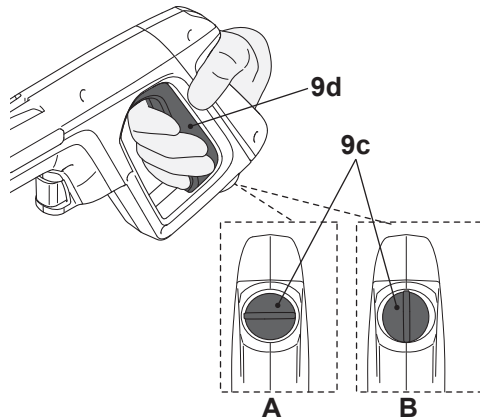

Fig. 20
1. Quando a trava do gatilho (9c) está na posição travada, o gatilho da pistola de pintura (9d) está desativado (Fig. 20, A).
1. Quando o bloqueio do gatilho (9c) está na posição desbloqueado, o gatilho da pistola para pintura (9d) está habilitado e pronto para uso (Fig. 20, B).